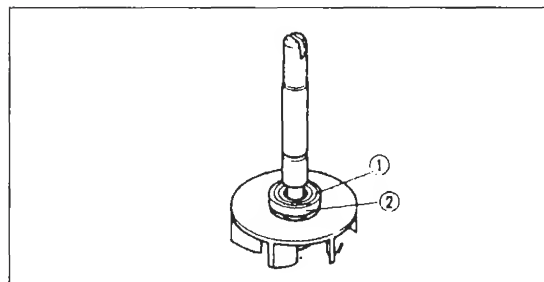

Bild 123
- Dichtring ① und Dämpfungsgummi ② Bild 123 mit kleinem Schraubendreher herausdrücken. Dabei Flügelradwelle nicht verbiegen oder zerkratzen!
- Beim Eintreiben des Dichtrings und Dämpfungsgummis (Bild 123) Wasser oder Kühlmittel als Gleitmittel verwenden. Kein Öl oder Fett ver-